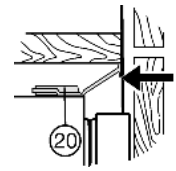

Fig. 16
- ▶ Si nécessaire, ajuster le cache de compensation Fig. 16 (20) en le repoussant parallèlement au dessus du meuble. Il ne peut pas dépasser.